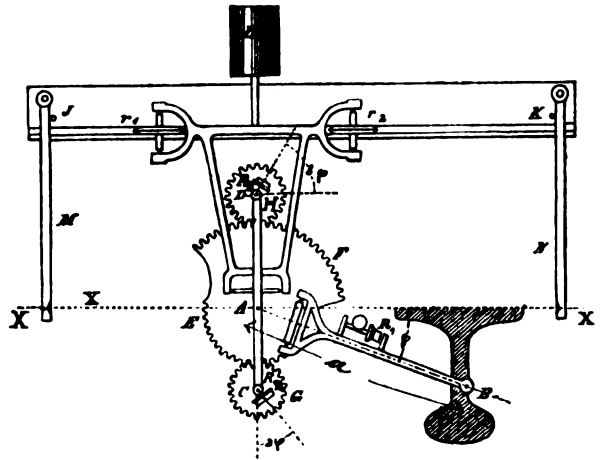

Fig. 2.
a) Das Amslersche Momentenplanimeter. In Fig. 2 bezeichnet XX die Achse,